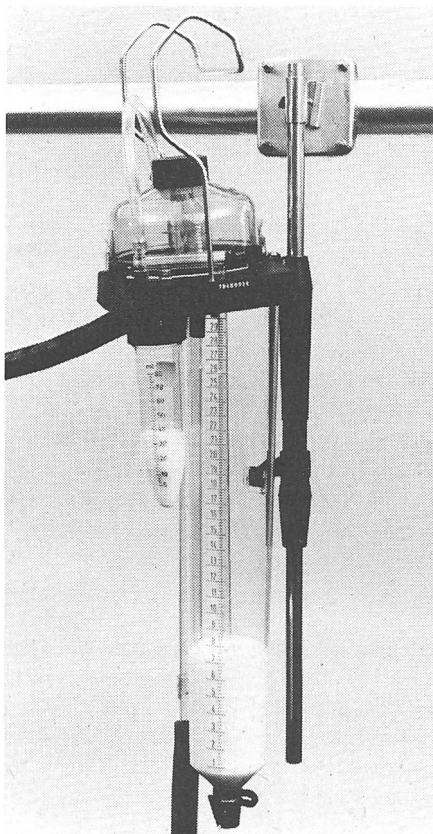

Abb. 2. Milkoskope II – Zugelassen nur für Melkstände.
- **Milkoscope II** (Abb. 2) mit der Einschränkung: nur für Melkstände